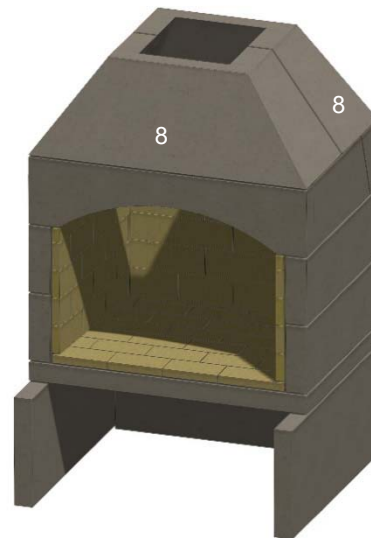

Figura 21. Piezas de la garganta
M. Instale las piezas cónicas de la garganta delantera y trasera. Véase la figura 21.